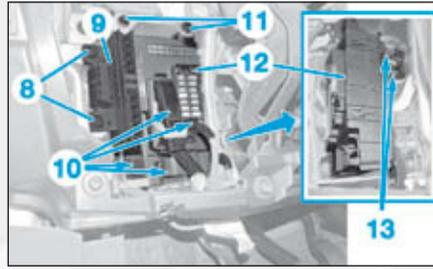
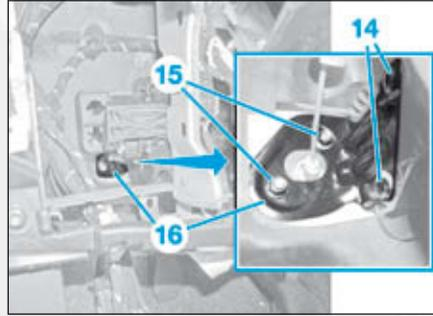

FIG.8
FIG.9
- les vis (8) (Fig.8),
- la prise diagnostic (9).
- Débrancher les connecteurs (10).
- Déposer les vis (11) de fixation du boîtier de servitude intelligent (12).
- Ecarter le boîtier de servitude intelligent (12).
- Débrancher les connecteurs (13).
- le boîtier de servitude intelligent (12),
- les vis (14) et les écrous (15) (Fig.9),
- la patte (16).
- Désaccoupler puis déposer le câble d'embrayage (1).